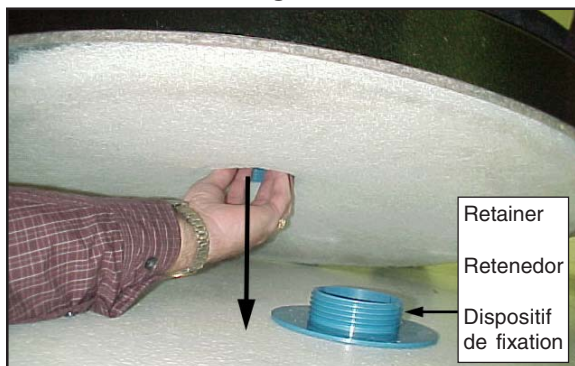

Figure 7
2. Pull the pad from the pad driver. See figure 7.
2. Retirez le disque de l'entraîneur de disque. Voir la figure 7.